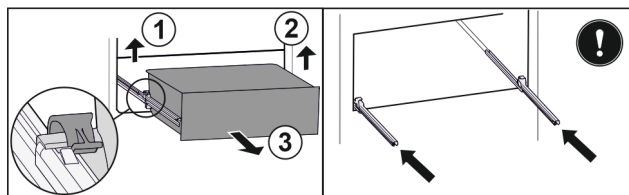

Fig. 55
- Sollevare il morsetto sinistro e allo stesso tempo tirare in avanti il cassetto sinistro. Fig. 55 (1)
- Sollevare il morsetto destro e allo stesso tempo tirare in avanti il cassetto destro. Fig. 55 (2)
- Rimuovere il cassetto tirandolo in avanti. Fig. 55 (3)